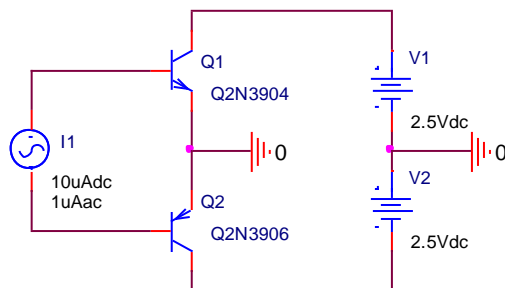

Рис.1.2 Схема моделирования частотной зависимости коэффициента передачи тока в схеме с общим эмиттером
2.2. Составить схему рис.1.2 моделирования коэффициента передачи тока транзисторов в схеме с общим эмиттером в зависимости от частоты переменной составляющей тока базы. Установить постоянную составляющую источника переменного тока **IDC I1** равной 10uAdc, а переменную 1uAac